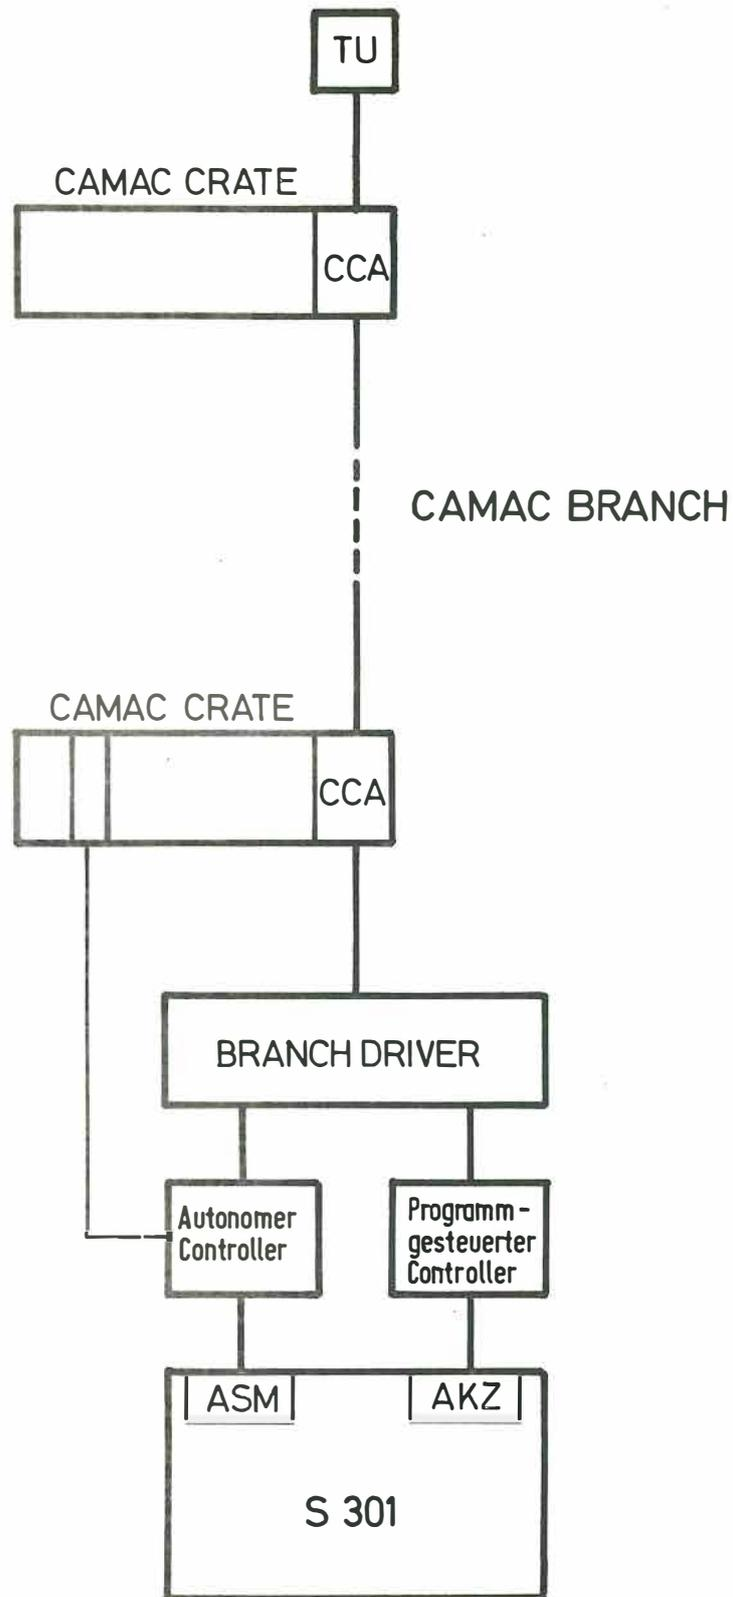

Fig.1 CAMAC BRANCH mit Verbindung zur Akkumulator-Nahtstelle und mit direktem Kernspeicherzugriff an einer S 301
3. Aufbau des Branch Drivers und der Controller (siehe Fig.1)
Der programmgesteuerte Controller koppelt einen Branch (bzw. Branch Driver gemäß Fig.1) an eine Akkumulator-Nahtstelle der S 301. Informationen, die bei einer Branch-Operation übertragen wird (Command, Daten usw.) läuft grundsätzlich über die Wortinformationsleitungen WI des Akkumulators und wird im Controller zwischengespeichert. Der Rechner adressiert die Zwischenspeicher mit Hilfe der Adreßleitungen AD. Die Steuerbits BR geben an, ob eine Ein- oder Ausgabe über die Akkumulator-Nahtstelle stattfindet, ob eine Branch-Operation gestartet werden soll und ob eine Operation mit einer Befehlsende-BAP abgeschlossen werden soll.
Der autonome Controller koppelt einen Branch Driver gemäß Fig.1 an eine Arbeitsspeicher-Nahtstelle der S 301. Es ist möglich, Datenblöcke wortweise ein- oder auszugeben oder Daten im Inkrement-Betrieb zu übertragen. Es wird dafür eine Nahtstelle des Arbeitsspeicher-Multiplexers benutzt; der autonome Controller verfügt jedoch über mehrere Kanäle, so daß Simultanarbeit mehrerer Modules möglich ist.